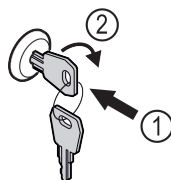

Fig. 166
- ▶ Вставьте ключ. Fig. 166 (1)
- ▶ Поверните ключ на 90° по часовой стрелке. Fig. 166 (2)